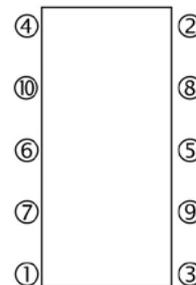

Fig. 11
- Pulire ed ingrassare accuratamente i tiranti, posizionarli sul telaio, quindi stringere i dadi in modo progressivo e uniforme nell'ordine indicato in Fig. 11 fino ad ottenere la quota corretta tra i piastroni (quota di serraggio) indicata sulla etichetta di identificazione. Verificare che questa quota sia uniforme sull'intero perimetro dei piastroni. Un serraggio eccessivo può deformare le piastre in modo irreparabile. Se si ritiene sia necessario stringere oltre il valore indicato, rivolgersi al centro di assistenza post-vendita di RIELLO che saprà darvi le giuste indicazioni.